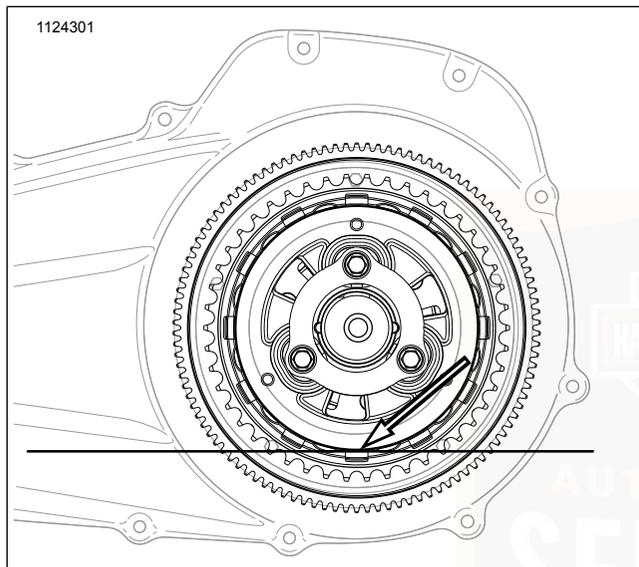

Abbildung 72. Primärer Schmiermittelstand
- b. Siehe Abbildung 72 . Der korrekte Füllstand liegt ca. an der Unterseite des Außendurchmessers der Druckplatte.